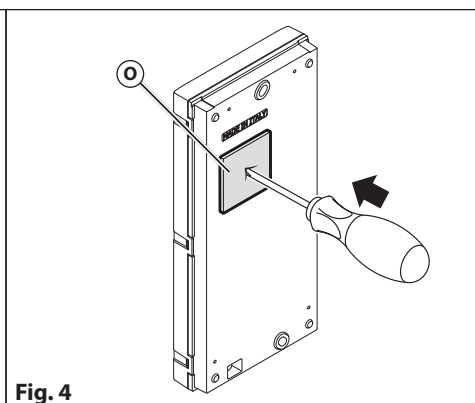

Fig. 4
2. Make a hole in the middle of the cable hole gasket (O) placed in the back side of the device with a screwdriver (Fig. 4).
3. Pass the cables through the hole (O) and mark the fixing holes (P), make the holes and fix the device with the provided wall plugs.
- ① **Alternatively, you can use the drilling template in the box.**
2. Con un cacciavite praticare un foro al centro della guarnizione (O) del foro passaggio cavi posizionata sul lato posteriore (Fig. 4).
3. Passare i cavi attraverso il foro (O) e segnare i fori di fissaggio (P), praticare i fori e fissare il dispositivo con i tasselli in dotazione.
- ① **In alternativa, è possibile utilizzare il piano di foratura presente nell'imballo.**
2. Avec un tournevis, percez un trou au centre du joint du passage de câbles situé sur le côté arrière (Fig. 4).
3. Faites passer les câbles à travers le trou (O) et marquez les trous de fixation (P), percez les trous et fixez l'appareil à l'aide des chevilles fournies.
- ① **Vous pouvez également utiliser le gabarit de perçage fourni dans l'emballage.**
2. Maak met een schroevendraaier een gat in het midden van de kabeldoorvoergat geplaatst (O) aan de achterkant van het apparaat (Fig. 4).
3. Breng de kabels door het gat (O) en markeer de bevestigingsgaten, boor de gaten (P) en bevestig het apparaat met de meegeleverde pluggen.
- ① **Als alternatief kunt u de boorplaat in de verpakking gebruiken.**
2. Haga un agujero en el centro de la junta del orificio del cable (O) situada en la parte posterior del dispositivo con un destornillador (Fig. 4).
3. Pase los cables por el orificio (O) y marque los orificios de fijación (P), haga los orificios y fije el dispositivo con los tacos para pared suministrados.
- ① **Como alternativa, puede utilizar la plantilla de perforación incluida en la caja.**
2. Faça um orifício no meio da junta do orifício do cabo (O) colocada na parte traseira do dispositivo com uma chave de fendas (Fig. 4).
3. Passe os cabos pelo orifício (O) e marque os orifícios de fixação (P), faça os orifícios e fixe o dispositivo com os buchas fornecidos.
- ① **Em alternativa, pode utilizar o gabarito de perfuração incluído na caixa.**